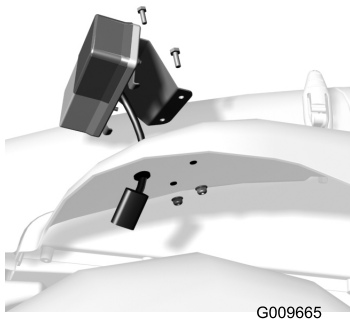

Figura 13
1. Instale o conjunto esquerdo de luzes de sinalização ao guarda-lamas frontal esquerdo nos furos previamente feitos (Figura 13).